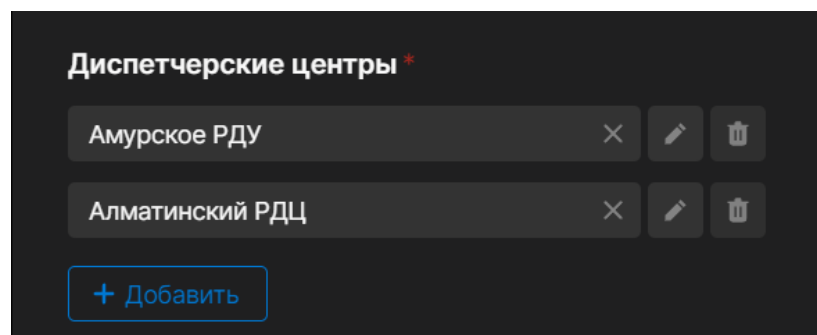

Рисунок 5.56 Кнопка «Добавить диспетчерский центр»
1. Нажать на кнопку «Добавить диспетчерский центр» (Рисунок 5.56).